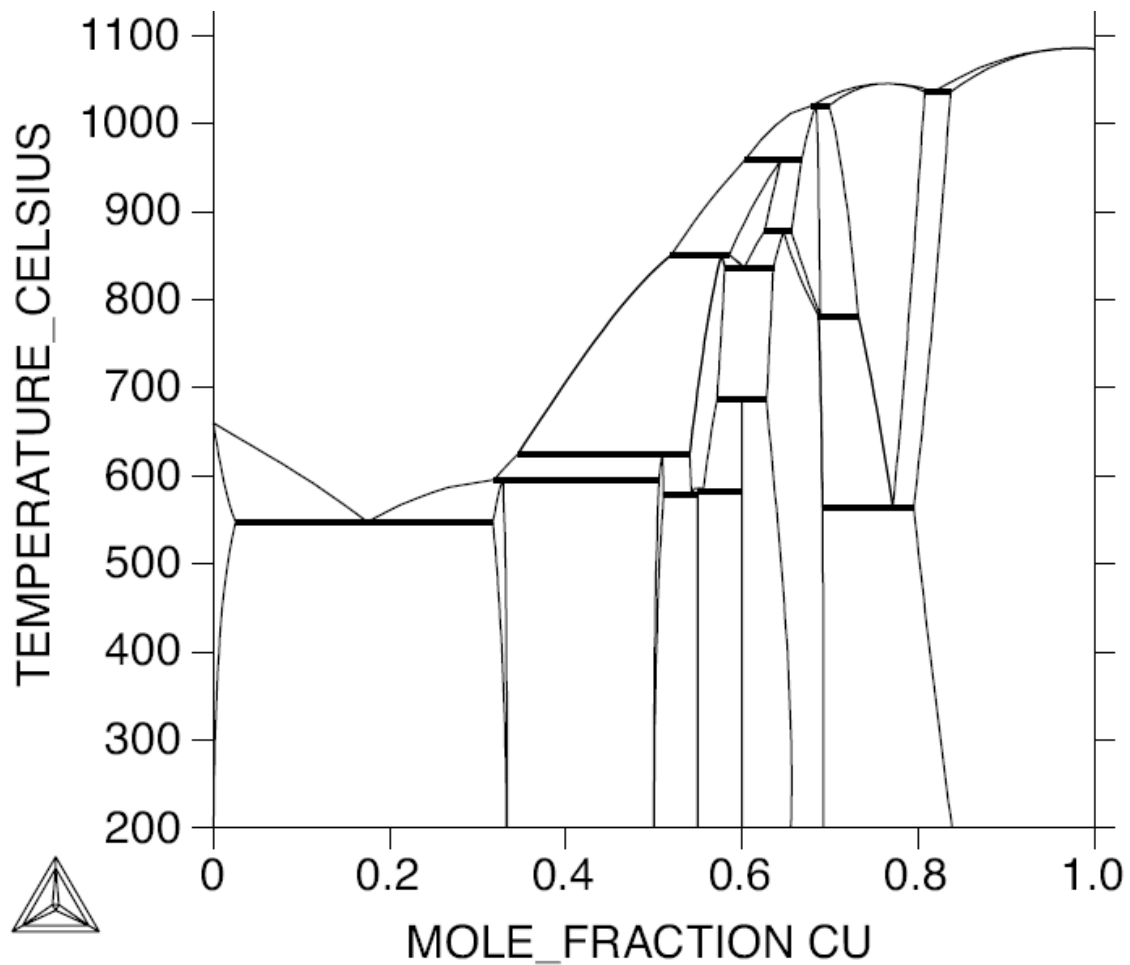

Figure 1 : Diagramme de phases du système Al-Cu calculé avec Thermo-Calc
1. Compléter les différents domaines du diagramme de phases du système binaire Al-Cu sur la figure 1 sachant qu'on trouve les phases solides suivantes :
Dans cette partie, on considère uniquement le diagramme de phase relatif aux compositions comprises entre 0 et 33% atomique que l'on pourra redéfinir comme un diagramme "simple" avec un eutectique et dont les "corps-purs" seraient respectivement Al et  $Al_2Cu$  (figure 1 bis)
Figure 1 bis : Portion du diagramme de phases du système Al-Cu calculé avec Thermo-Calc